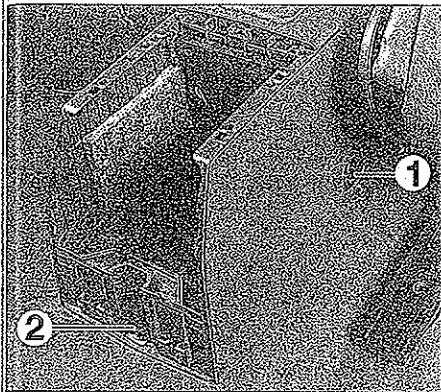

FIG. 39
- los dos tornillos de fijación trasera (1) a ambos lados de la consola (fig. 39).
- la tuerca de fijación trasera (2).